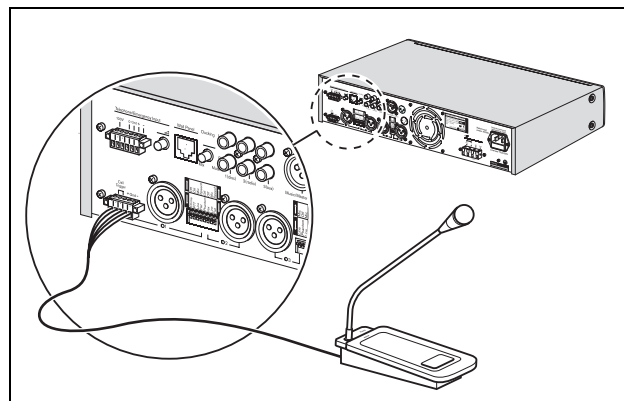

figure 4.3: Connecteur Euro avec déclencheur
- connecteur Euro avec déclencheur. Voir figure 4.3.